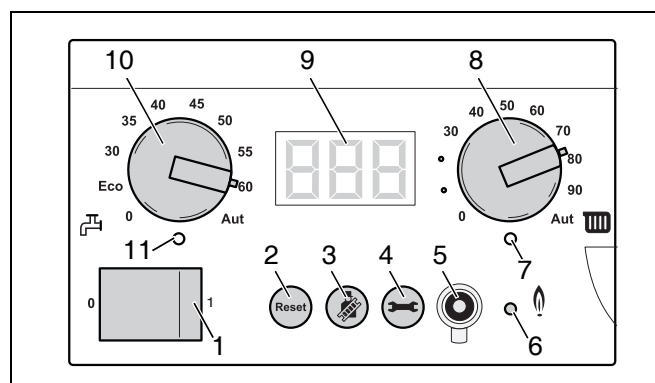

Fig. 54 BC10
- Ruotare verso sinistra, in posizione "0", la manopola di regolazione della temperatura massima dell'acqua della caldaia (fig. 54, pos. 8) e la manopola di regolazione del valore nominale dell'acqua calda (fig. 54, pos. 10).